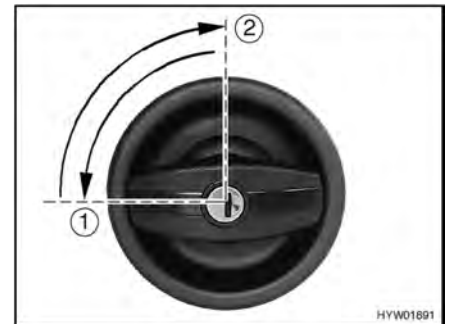

Bild 23 Dörrlåset ingångsdörr, utsida, låsa
- Stick in nyckeln i låscylindern och vrid ett kvarts varv moturs (Bild 23,1).
- Vrid tillbaka nyckeln till mitten igen (Bild 23,2) och drag ur den.